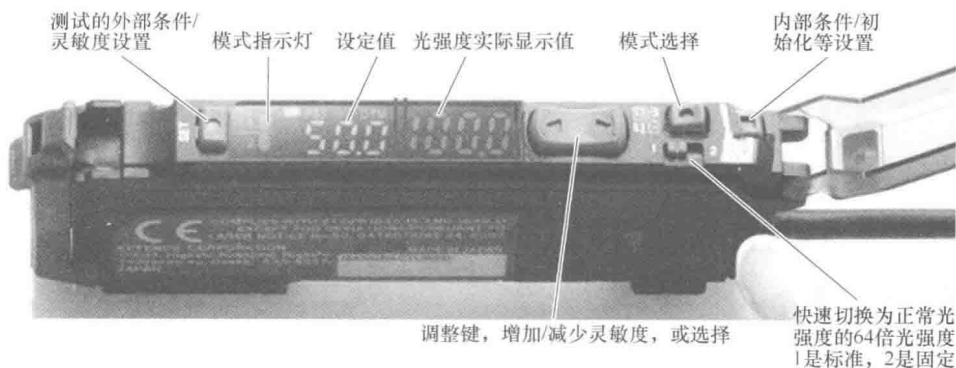

图 3-144 FS-X 系列光纤放大器
④ 检测距离：在最大功率状态下，一般根据“FINE”状态来选就好了，其他状态可作为参考。不同状态的检测表现，是通过放大器设置来实现的。实际检测距离，对于对射型，在范围内均可，对于反射型，则在范围内越近越好。
⑤ 配置放大器：FU系列光纤传感器，可以对应FS-X系列放大器（见图3-144），但是要注意越新上市的光纤传感器，对放大器的要求可能会更高，因此选择时，注意查看型录确认。